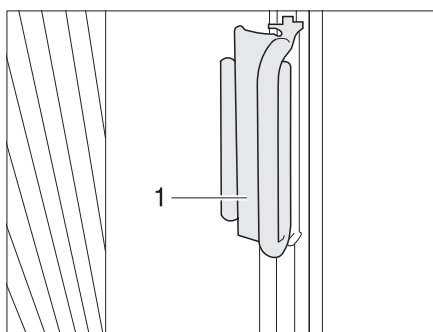

Figure 15 Poignée du dispositif occultant plissé pour le pare-brise
- Saisir les dispositifs occultants plissés des deux côtés du pare-brise par les poignées respectives (Figure 15,1) et les tirer prudemment vers le milieu du pare-brise jusqu'à ce que le blocage magnétique les maintienne fermés.
- Faire glisser la poignée (Figure 15,1) sur le module rapporté. Le dispositif occultant plissé est bloqué.